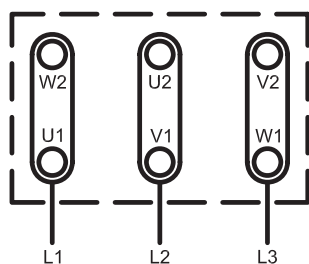

Fig. 9: Bornier pour une connexion à trois pôles
- ➔ Pour un démarrage à trois pôles, utiliser les ponts U1-W2 | V1-U2 | W1-V2 pour un montage en triangle (Fig. 9).